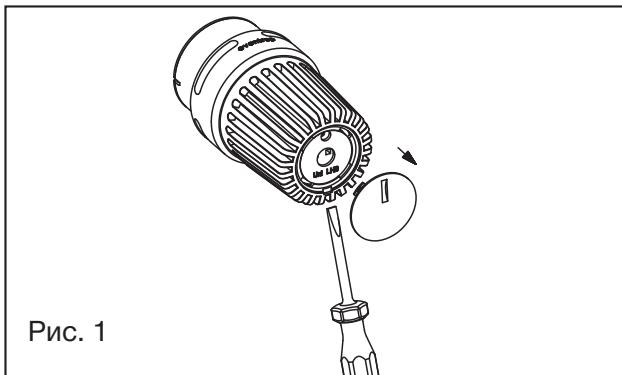

Рис. 1
1. Снять фронтальную шайбу (Рис. 1), используя выемку на маховике, с помощью подходящего инструмента (напр., небольшой отвертки).
- Снять фронтальную шайбу (Рис. 1), используя выемку на маховике, с помощью подходящего инструмента (напр., небольшой отвертки).